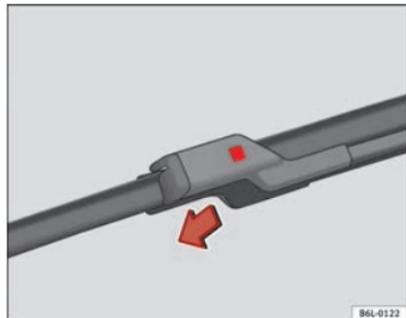

Fig. 131 Remplacement balai essuie-glace
- Appuyez sur le bouton de sécurité → fig. 131.